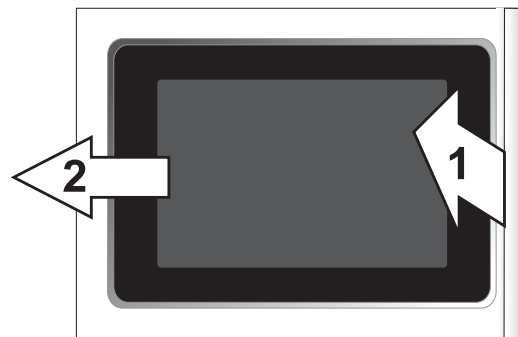

Figure 12
- 6.3.2. Pour enlever le panneau de verre, placez-vous du côté de la poignée et soulevez légèrement (d'environ 30°) cette partie vers le haut. Faites glisser l'assemblé du côté opposé de façon à dégager l'assemblé panneau de verre et poignée de la partie interne de la porte (Figure 12).